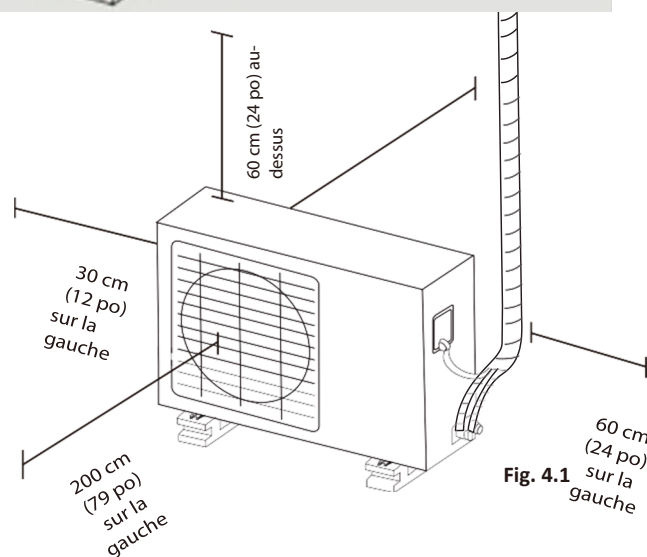

Fig. 4.1
- Respecter toutes les conditions spatiales présentées dans les Conditions spatiales (**Fig. 4.1**)